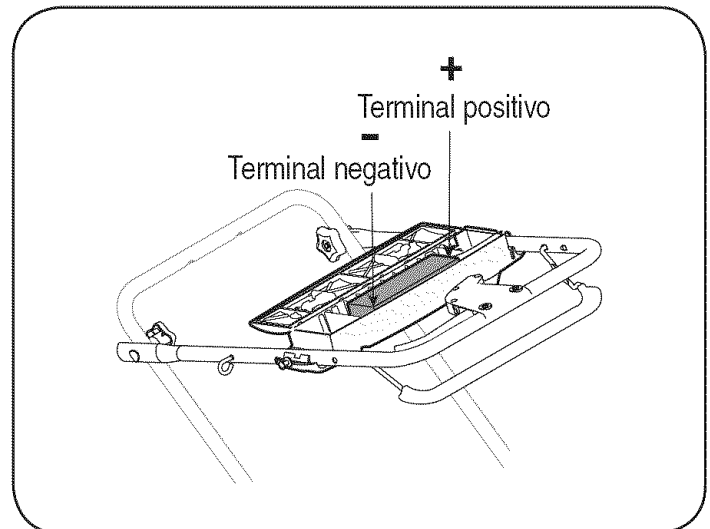

Figura 21
**NOTA:** La batería que tiene puede diferir ligeramente de la que se muestra en la Figura 21. Consulte la lista de piezas.
**IMPORTANTE:** Cuando cambie el paquete de batería en el panel de la manija, el paquete de batería debe colocarse con el terminal positivo hacia el lado izquierdo y el terminal negativo hacia el lado derecho del panel (el terminal positivo está más cerca de la llave de contacto). Vea la Figura 21. El cambio incorrecto del paquete de batería causa daños graves.